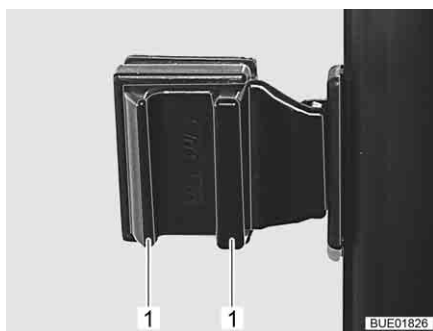

Fig. 115 Ventana corredera con bloqueo a presión
- Presionar los tiradores (Fig. 115,1) y mantenerlos presionados.